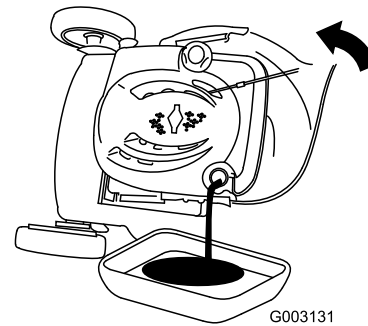

Figura 31
- Ponga el cortacésped de lado (con el filtro de aire hacia arriba) para drenar el aceite usado a través del tubo de llenado de aceite (Figura 31).